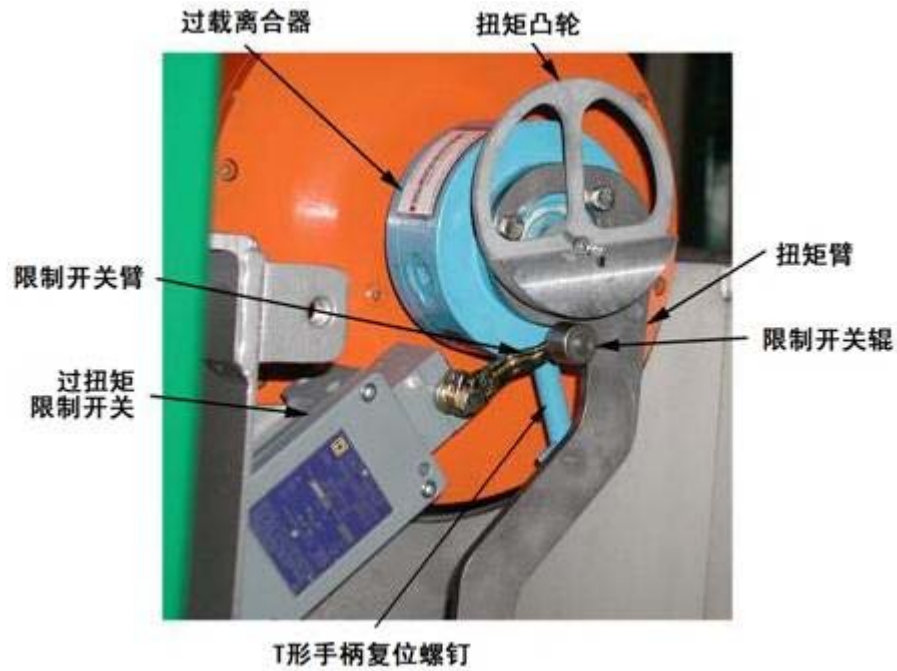

图 5-16: 过载安全离合器的构件
- b. 顺时针方向（向内）转动 T 形手柄复位螺钉（见图 5-16）大约 **2-1/2 转**，直到听到咔嗒一声响，表示离合器复位了。